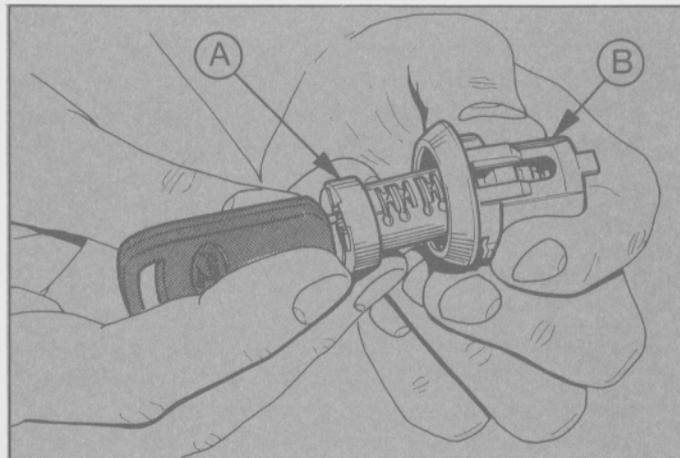

Fig. 338 - Extracción del cilindro de su alojamiento.
- Introducir la llave en la cerradura y extraer el cilindro (Fig. 338).